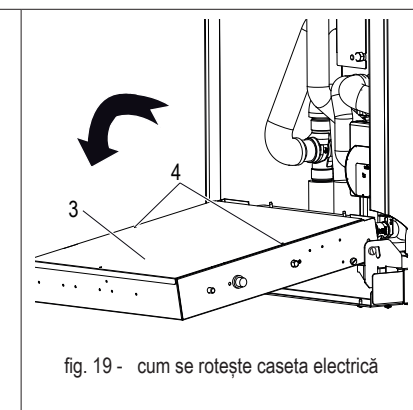

fig. 19 - cum se rotește caseta electrică
- rotiți-o în față (fig. 19), scoateți panoul metalic posterior, de acoperire (det. 3 - fig. 19) fixat cu 2 șuruburi (det. 4 - fig. 19).